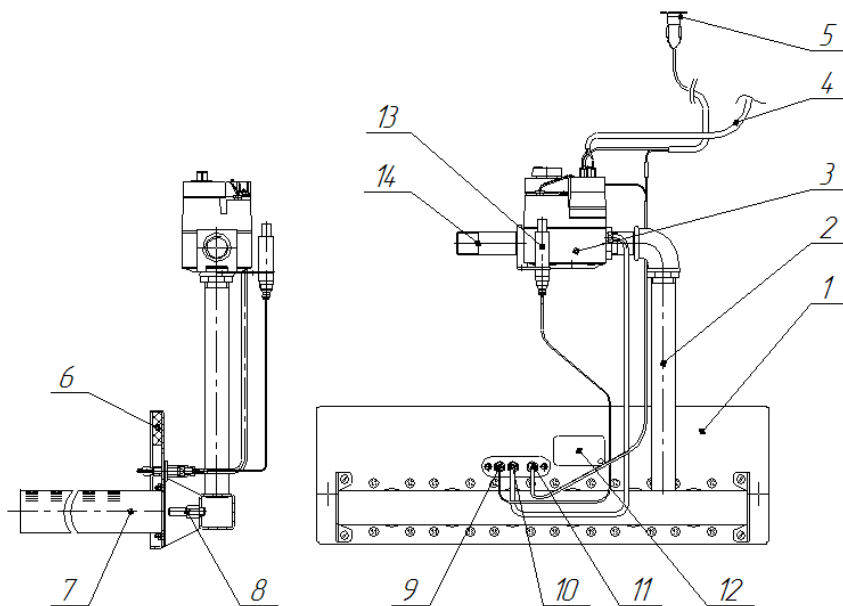
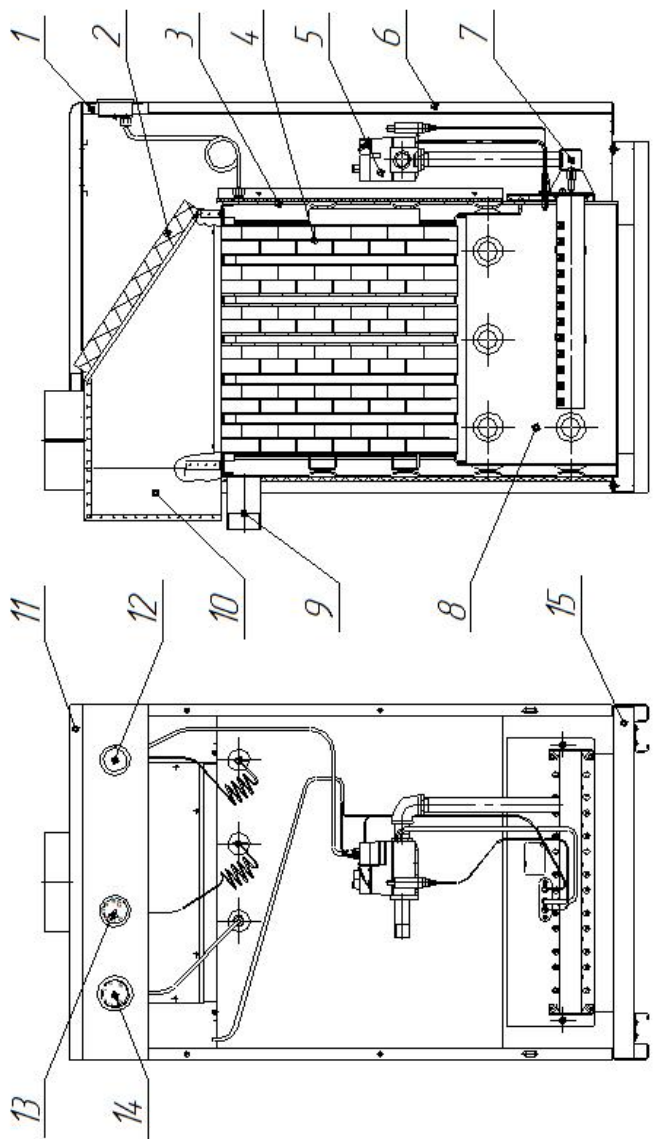
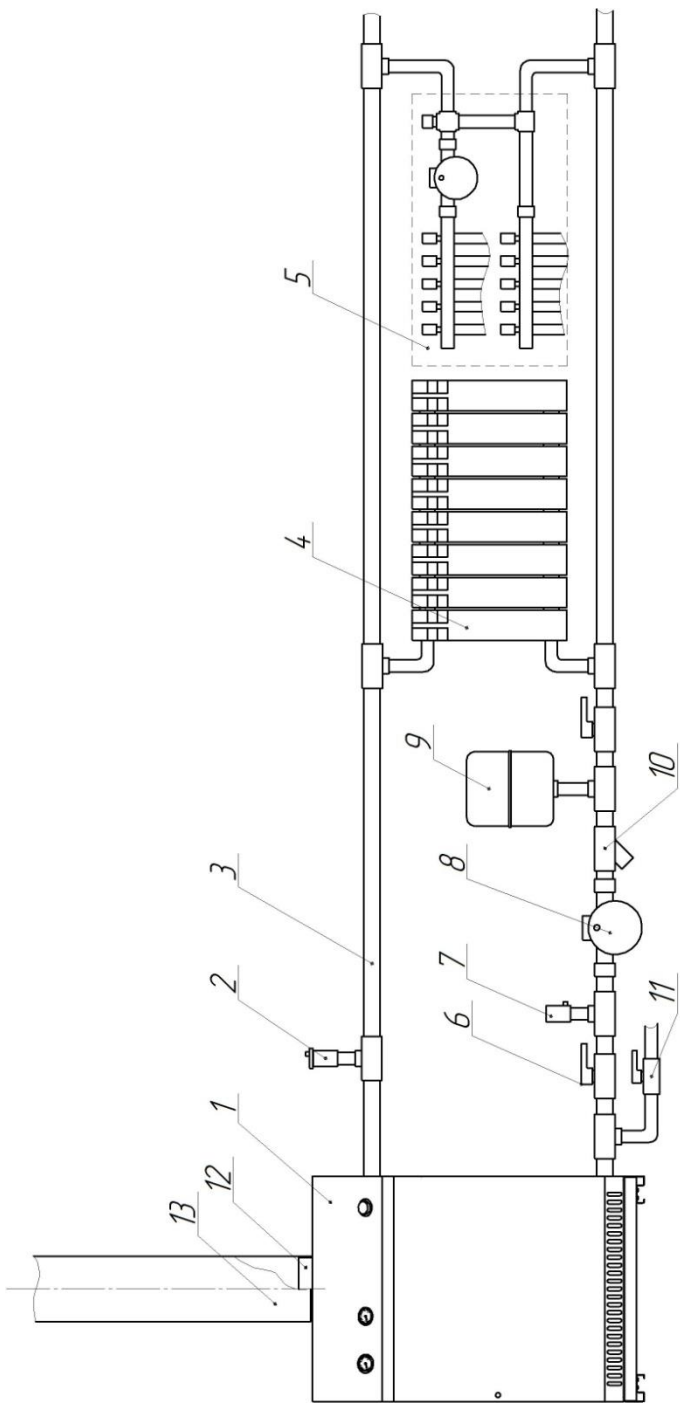

Рис.1 Устройство горелки котла
Рис.2 Устройство котла
Рис.3 Рекомендуемая схема системы отопления
- устанавливать шибер в трубе дымоотводящего канала (поз.11 рис.3) и в самом канале;
- 4.2. Нагрев теплоносителя производится путем эффективного сжигания природного газа с помощью горелки оборудованной автоматикой безопасности (рис.1).
- 5.1. Котел выполнен в виде напольного шкафа прямоугольной формы. Лицевая сторона закрыта дверкой (поз.6 рис.2) обеспечивающей доступ к горелке для запуска в работу. На панели горелки (поз.1 рис.1) закреплены газораспределитель (поз.2 рис.1) с соплами и газовым клапаном (поз.3 рис.1), с другой стороны отражатель с газогорелочными трубами – насадками (поз.4 рис.1), над ними запальная горелка и электрод розжига. Теплообменник (поз.3 рис.2) представляет собой прямоугольный блок с вертикальными каналами, каждый канал омывается теплоносителем. Теплообменник сообщается с водоохлаждаемой топкой (поз.8 рис.2). В топке размещается газогорелочное устройство (поз.7 рис.2), позволяющее получить газоздушную смесь и качественно её сжечь. Горячие продукты сгорания под воздействием разрежения в дымоходе котла поднимаются через вертикальные каналы и отдают тепло водяной рубашке, а через неё системе отопления. Чтобы увеличить отдачу тепла и КПД в каждый канал установлен турбулизатор (поз.4 рис.2). В нижней части котла устанавливается воздухозаборник (поз.9 рис.2). Корпус котла обложен с четырёх сторон утеплителем и облицован металлическими панелями. Облицовочные панели перед установкой покрывают защитно-декоративным покрытием.
- 5.2. Под крышкой (поз.17 рис.2) Расположен дымоход, (дымовая камера) задняя часть которого открыта снизу, что позволяет свободно проникать в дымовую камеру, а затем в трубу дымоотводящего канала (поз.13 рис.3) порции воздуха, который разбавляет отходящие продукты сгорания, снижая их температуру. При этом происходит снижение разрежения в трубе дымоотводящего канала, а следовательно и в топке котла. Указанный вход в дымовую камеру выполняет функции тягостабилизатора. На этом же входе укреплен датчик тяги (поз.6 рис.1) соединенный с газовым клапаном (поз.3 рис.1). Они срабатывают на при повышении
- 8.1. По своим конструктивным данным котел рекомендуется использовать в системе отопления с принудительной циркуляцией теплоносителя, то есть с установкой насоса (рис. 3).
- 8.4. Система должна быть полностью заполнена теплоносителем, автоматический вывод воздуха происходит по средствам воздушного клапана (поз.2 рис.3), вывод воздуха из радиаторов отопления (поз.4 рис.3) осуществляется вручную при заполнении системы и перед началом отопительного сезона.
- 8.5. Смесительно-распределительный узел системы «теплый пол» (поз.5 рис.3) позволит более четко контролировать температуру теплоносителя во всех ветках системы.
- 8.6. Подготовка циркуляционного насоса (поз.8 рис.3) к работе и его техническое обслуживание:
- 8.7. При работе системы отопления краны (поз.6 рис.3) на трубопроводе должны быть открыты.
- 8.8. В обратный трубопровод отопления присоединяется расширительный бак закрытого типа (поз.9 рис.3). Подбор расширительного бака необходимо вести с учетом объема теплоносителя в котле плюс в отопительной системе, принять бак объемом не менее 10% от этой суммы. Допускается установка бака открытого типа в подающий трубопровод.
- 8.9. Обязательно установить в систему предохранительный клапан (поз.7 рис.3) с величиной срабатывания не более 0,4 МПа, допускается его установка в составе группы безопасности.
- 8.10. Для заполнения и подпитки системы к обратному трубопроводу подвести трубопровод от водопровода холодной воды с установкой вентиля (поз.11 рис.3).
- 8.11. При первом заполнении системы по показанию манометра (поз.15 рис.2) наберите давление 0,05-0,1 МПа, при работе и нагреве котла это число возрастет.
- 9.1. При присоединении дымоотводящего канала к котлу, труба (поз.13 рис.3) должна плотно одеваться на обечайку (поз.12 рис.3) дымохода котла. Допускается уплотнить щель огнестойким материалом (глина, базальтовый картон и т.п).
10.6. Подержите рукоятку газового клапана в нажатом положении около минуты, чтобы термогенератор (поз.7 рис.1) был прогрет и смог удержать предохранительный клапан пилотной системы в открытом состоянии. Отпустите рукоятку, пилотная горелка должна гореть. Если произошло затухание, то поверните рукоятку по часовой стрелке в положение OFF, повторите пункты 10.3, 10.4, 10.5.
10.8. Установить поворотом ручки терморегулятора (поз.13 рис.2) требуемое значение температуры воды, её отслеживайте по показаниям термометра (поз.14 рис.2).
- медленно долить в систему открытием крана (поз.11 рис.3);